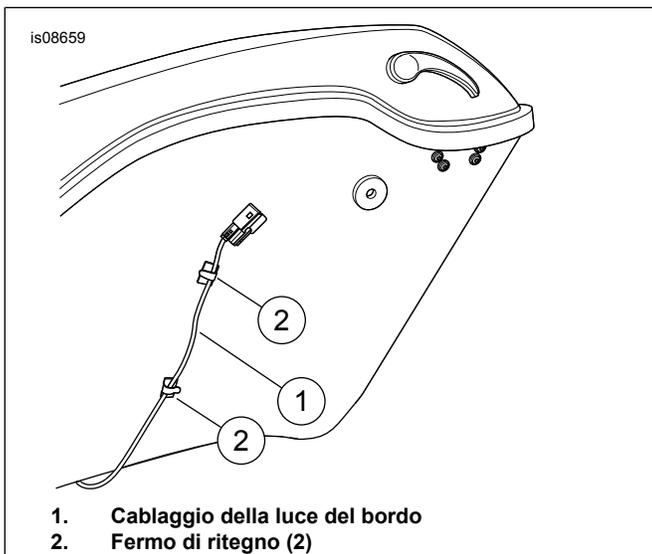

Figura 2. Conservare il cablaggio
13. Vedere Figura 2. Inclinare la borsa verso l'esterno per accedere alla parete interna della borsa. Far passare il cablaggio della luce del bordo (1) verso la parte anteriore della motocicletta. Evitare i punti in cui il cablaggio possa essere schiacciato e danneggiarsi. Fissare con due fermi di ritegno (2).